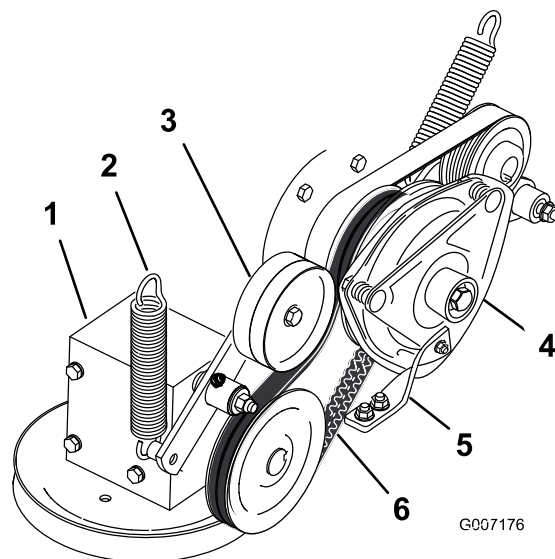

Figura 76
4. Retire el muelle del brazo de la polea tensora (Figura 76).
7. Instale la correa de transmisión de la TDF alrededor de la polea del embrague y la polea de la caja de engranajes (Figura 76).
9. Instale el muelle en el brazo tensor (Figura 76).